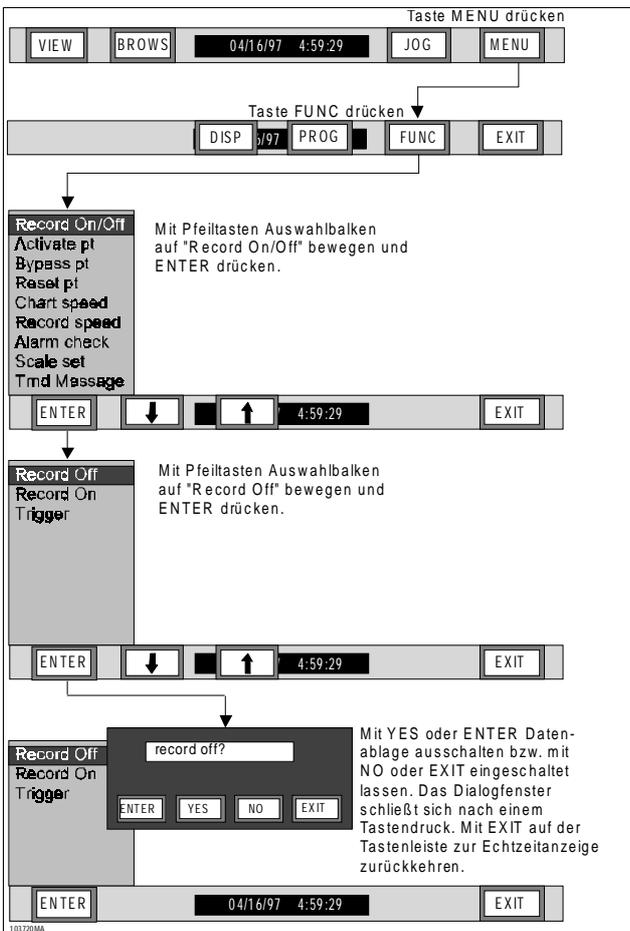

Bild 3-30 Ablaufdiagramm Datensicherung Aus
1. Datensicherung aus – Mit dieser Funktion können Sie das Schreiben auf Datenträger unabhängig vom Zustand möglicher Triggerbedingungen abbrechen. Zum Ausschalten der Datensicherung siehe Bild 3-30 und die folgenden Anweisungsschritte: